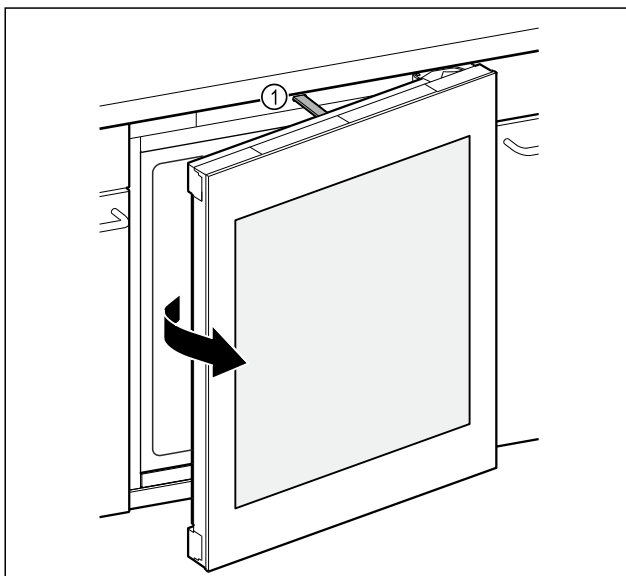

Fig. 68
- De duwstang Fig. 68 (1) opent de deur ongeveer 7 cm.